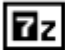
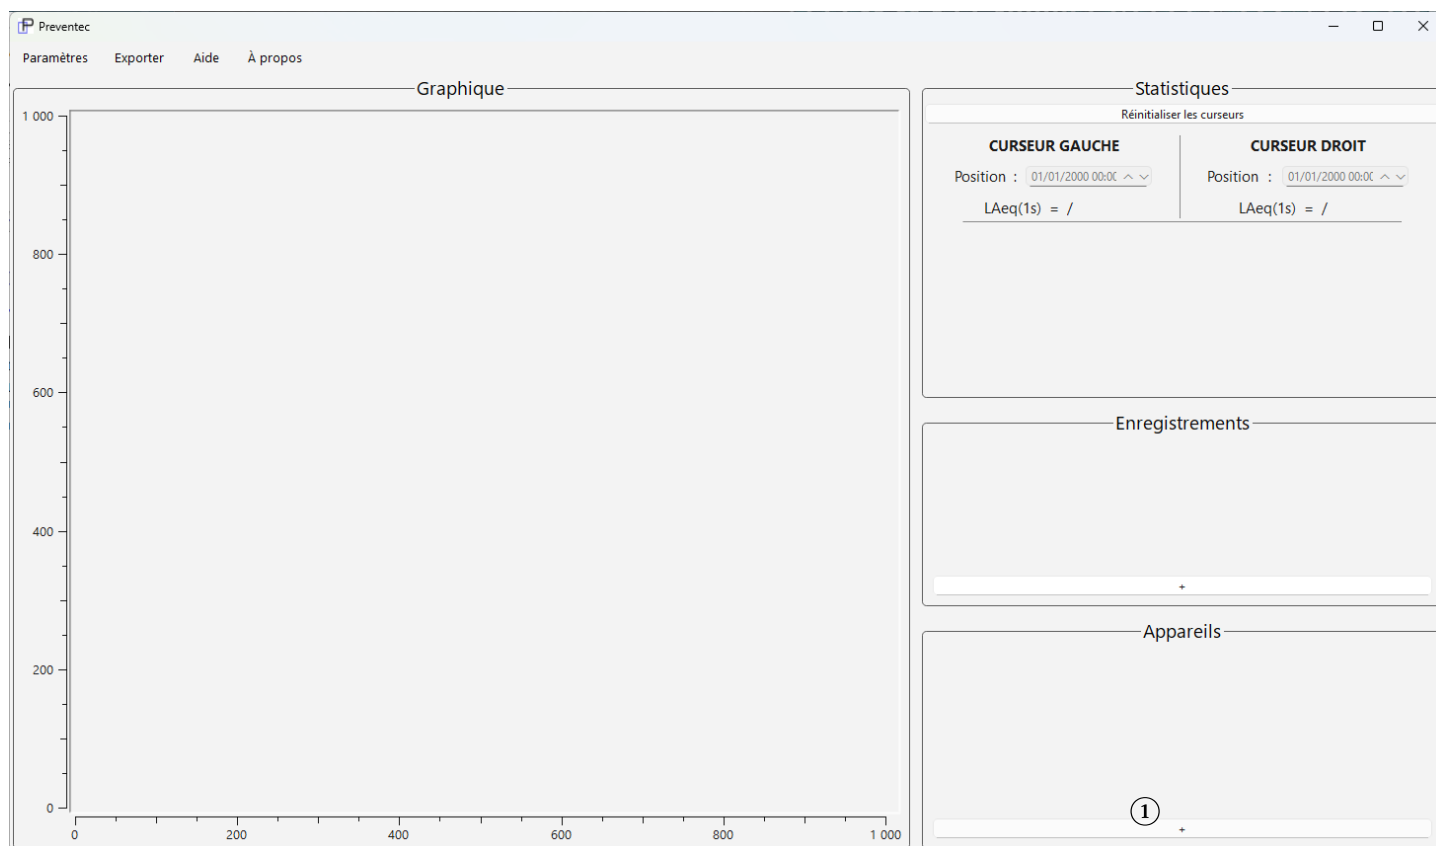
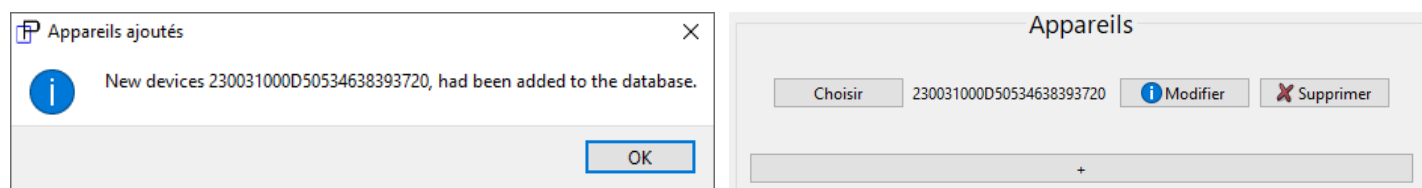

Figure 1: La base de chargement accueillant trois appareils Angel
Figure 2 : Fenêtre principale
Figure 3: le nouvel appareil est alors ajouté dans le cadre Appareils
Relier la base ② Figure 1 au PC à l'aide du câble USB vers Mini USB fourni. Alimenter la base ① Figure 1 à l'aide de l'alimentation fournie, Attention utiliser uniquement l'alimentation fournie.
Sur le logiciel cliquer sur bouton « + » dans le bas du cadre Appareils (voir ① Figure 2)
cliquer sur le bouton  du cadre appareil Figure 3 pour accéder à la fenêtre de réglages de l'appareil voir Figure 4 page 5.
Le champ « nom de l'appareil » reprend par défaut le numéro unique identifiant l'appareil, il peut être modifié par un nom plus convivial, lequel apparaîtra dans la liste des appareils de la fenêtre principale du logiciel Figure 2. Le bouton Réinitialiser réattribue l'identifiant unique de l'appareil au champ « Nom de l'appareil ».
Auparavant, l'appareil doit être ajouté au logiciel voir Figure 3 page 4. Placer l'appareil Angel dans un des quatre socles de la base Figure 1 page 2. Lancer le logiciel Angel, dans la fenêtre principale Figure 2 page 4 cliquer sur le bouton « Choisir » pour sélectionner l'appareil à lire. Dans le cadre « enregistrement » cliquer sur le bouton « + » pour télécharger le(s) enregistrement(s) contenu(s) dans l'appareil.
Pour afficher les indices fractiles ( $L_1$ ,  $L_{10}$ ,  $L_{50}$ ,  $L_{90}$ ) de la période de temps entre les deux curseurs verticaux, cocher la case « afficher les calculs des percentiles » contenue dans la colonne Graphique de la Figure 10. Ces indices apparaîtront dans le cadre « Statistiques » sous-cadre « ENTRE CURSEURS » de la fenêtre principale du logiciel Figure 2. Cliquer sur « Valider »